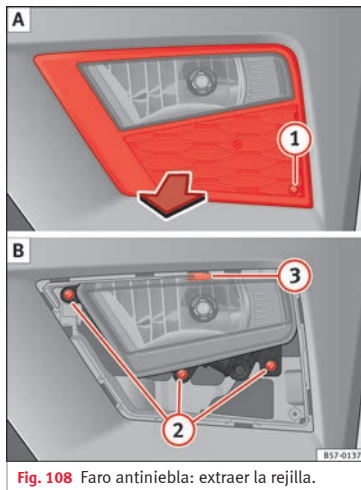
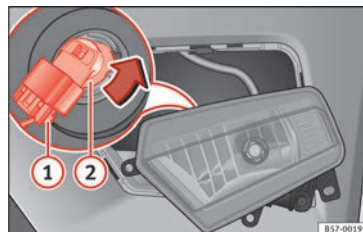

Fig. 108 Faro antiniebla: extraer la rejilla.
Fig. 109 Faro antiniebla: desmontar el portalámparas
1. Retire el tornillo » **fig. 108 ① A** de la rejilla del faro antiniebla utilizando un destornillador y extraiga la rejilla.
2. Retire los tornillos (3x) » **fig. 108 ② B**.
3. Retire la grapa metálica situada en la parte superior del faro antiniebla tirando hacia el exterior del vehículo **③ B** y extraiga el faro antiniebla.
4. Extraiga el conector » **fig. 109 ①** de la lámpara.
5. Gire el portalámparas » **fig. 109 ②** a la izquierda y tire.